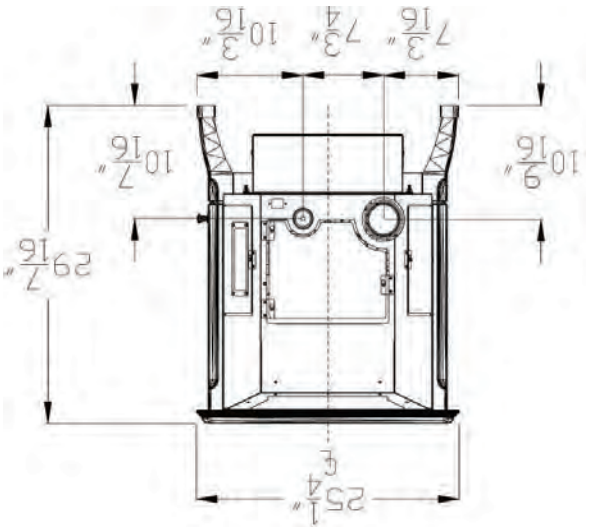
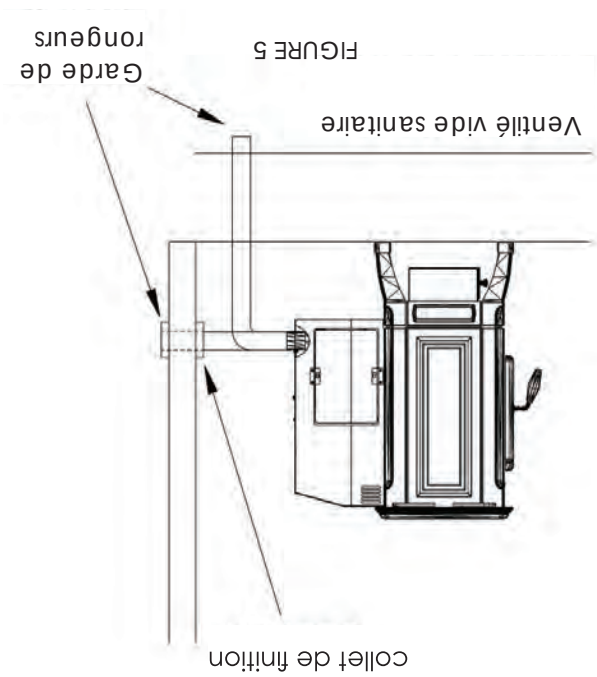

FIGURE 4
FIGURE 5
2. Localisez la position du trou dans le mur, directement derrière l'évacuation du poêle (cf fig 4).
Pour l'installation dans un mobile-home, le poêle doit être connecté à une source extérieure d'air de combustion. Un tuyau métallique de diamètre intérieur 2" (env. 5,1 cm), flexible ou rigide, peut être connecté à l'appareil à l'arrière du poêle (cf. figure 4). Une protection contre les rongeurs (un grillage d'au moins 1/4" (env. 0,63 cm)) / bonnet anti-vent doit être utilisé au sommet (cf. figure 5). Toutes les connexions doivent être sécurisées et étanches en utilisant un collier de serrage de la taille convenable et / ou du ruban d'aluminium UL-181-AP.